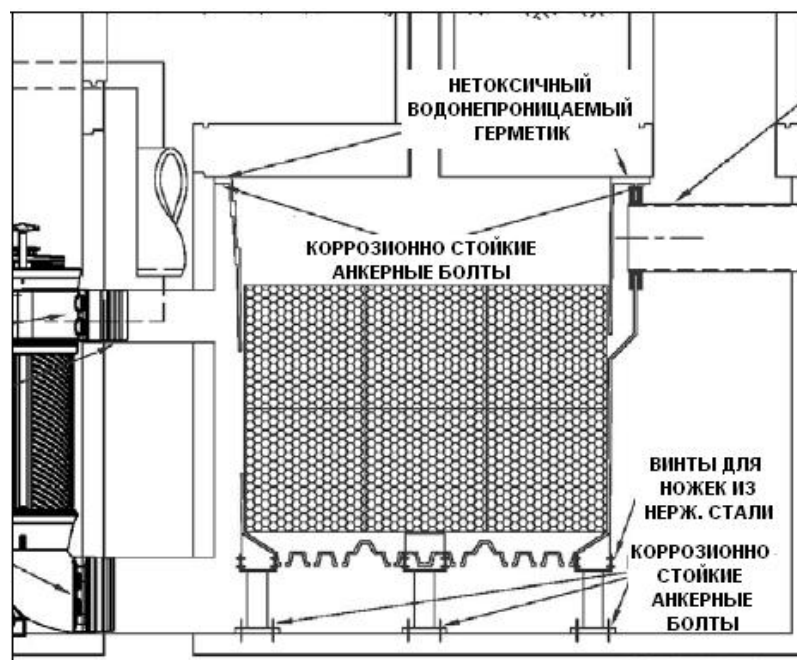

Рис.7.
4. При помощи удлинений ножек можно опустить модуль сепарации BioSTORM™ в танк. Поместите модуль в его соответствующую позицию и еще раз проверьте уровни выходных отверстий для стока. Когда Вы убедитесь в правильном расположении отверстий, присоедините удлинение ножки модуля к низу танка при помощи анкерных болтов (поставляются строительной компанией). Для каждого удлинения ножки требуется два болта. Рекомендуется крепить анкерные болты по углам по диагонали друг от друга. Обратите внимание, что в моделях 5.0 и 10.0 необходимо крепить только четыре угловые ножки, если только удлинения ножек не были выставлены на высоту 610 мм или выше. Если высота удлинений ножек 610 мм или выше, необходимо также для моделей 5.0 и 10.0 закрепить центральную ножку в середине модуля снизу к дну танка при помощи двух анкерных болтов, расположенных по диагонали друг к другу. (См. Рисунок 7).